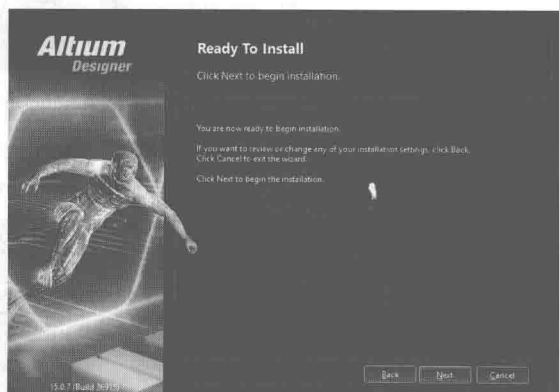
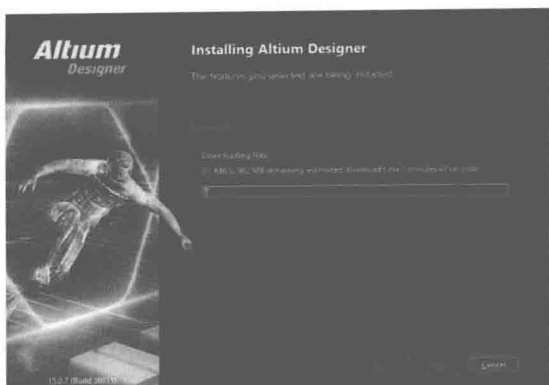

图 1.3.6 确定安装 Altium Designer 15
图 1.3.7 安装进度对话框
(6) 选择确定好安装路径后, 单击“Next (下一步)”按钮弹出确定选项以进行安装, 如图 1.3.6 所示。单击对话框中的“Next (下一步)”按钮, 如图 1.3.7 所示, 此时对话框内会显示安装进度。软件安装时间大约需要几分钟。